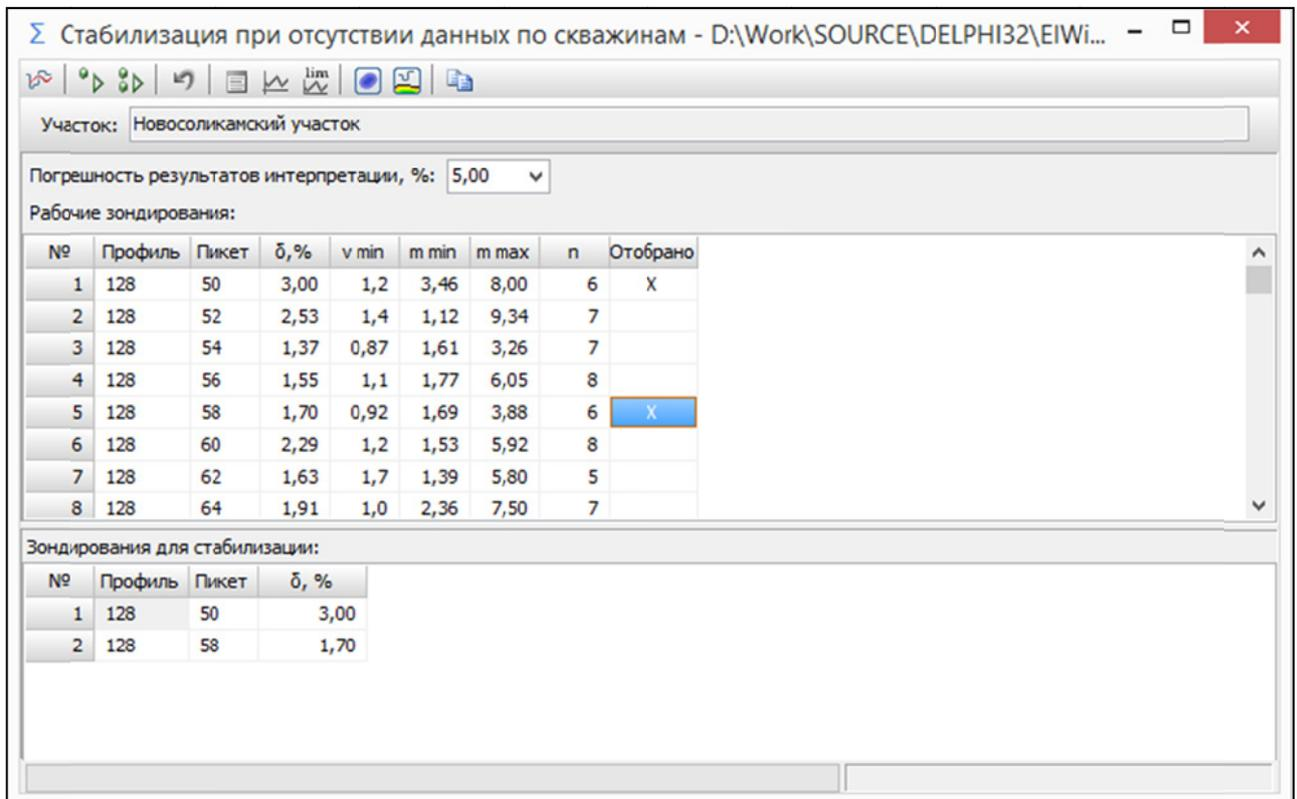

Рис. 6.2.1. Окно модуля стабилизации при отсутствии данных по скважинам
- в появившемся окне (рис. 6.2.1) задайте требуемую погрешность результатов интерпретации, дважды щелкните на одно из отображенных зондирований, отвечающих заданной величине погрешности в таблице Зондирования для выбора опорных решений, после чего появится редактор опорных зондирований: